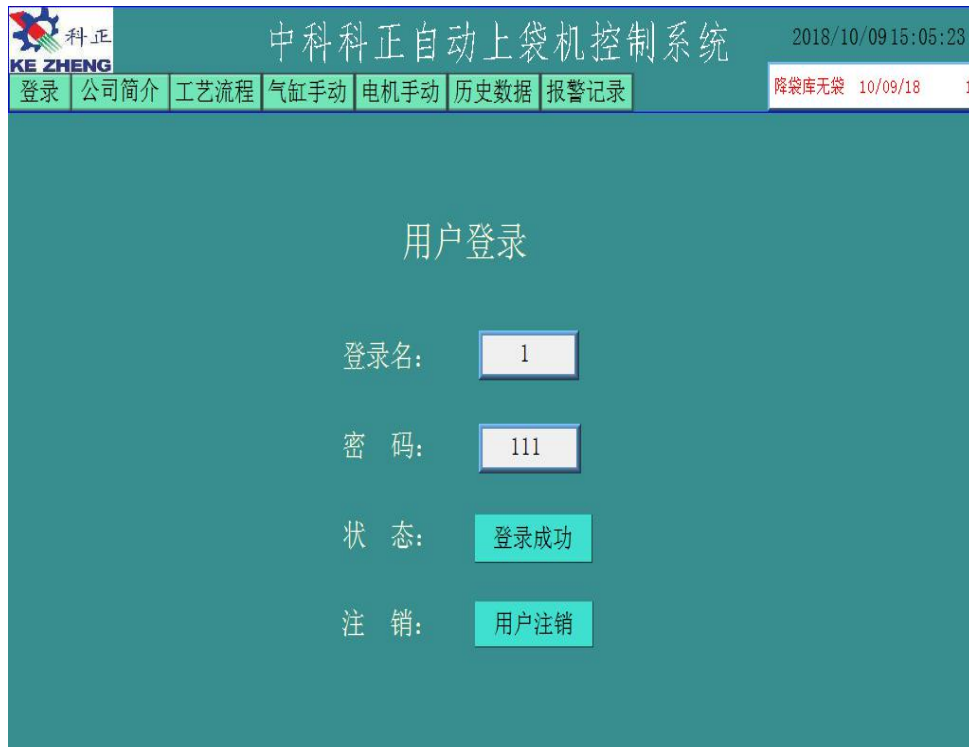

图3
3. 12. 2 操作前准备工作，系统操作前首先登录触摸屏系统，用户名为“1”密码“111”输入正确密码后触摸屏状态栏会提升登录成功如图 3 所示。点击触摸屏界面查看“报警记录”，查看有没有异常报警如图 4 所示，在“报警画面”中，出现的报警红色字体提示。